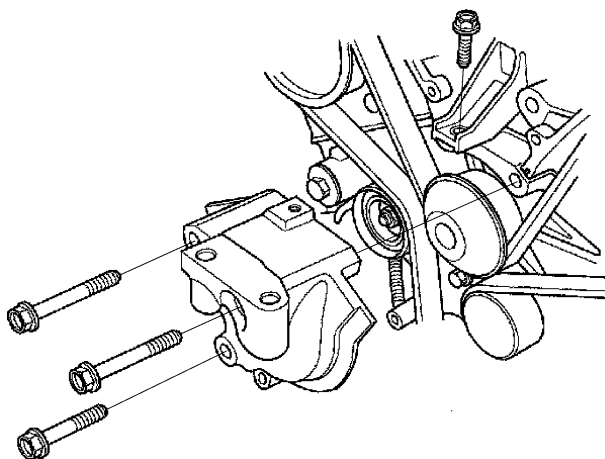

图 23-106 拆卸发动机侧面安装支架的下半部分
15) 按照图 23-106 所示，拆卸发动机侧面安装支架的下半部分。